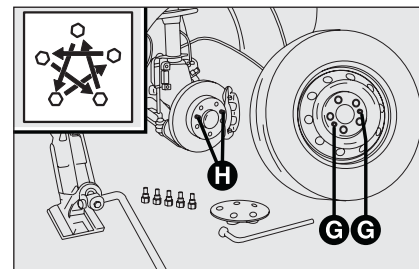

fig. 9
- ☐ monter la roue de secours, en faisant coïncider les trous G-fig. 9 aux pivots correspondants H. En montant la roue de secours, s'assurer que ses surfaces d'appui soient propres et sans
- ☐ serrer à fond les boulons, en passant alternativement d'un boulon à celui diamétralement opposé, selon le schéma illustré sur la fig. 9.